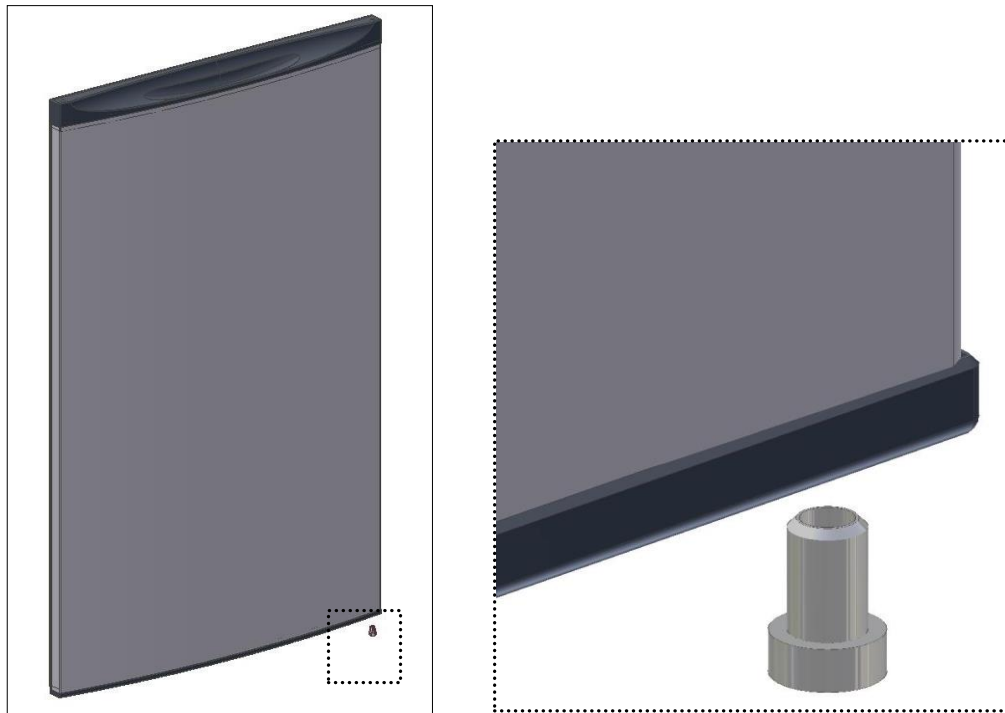

Abb. 8
- Stellen Sie die Hülse auf der Unterseite der Tür (Abb.8);